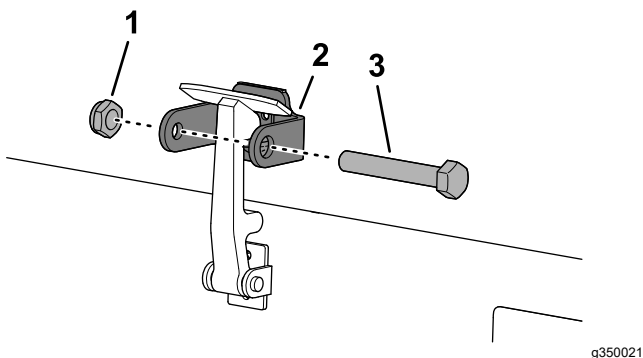

Figure 20
7. Vissez le boulon dans l'autre bras du support de loquet pour bloquer le loquet en position (Figure 20).